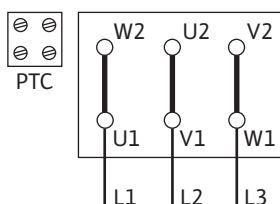

Fig. 12: Circuito Δ
- A ligação de rede depende da potência do motor P2, da tensão e do tipo de arranque. A ligação necessária das pontes de ligação na caixa de bornes pode ser consultada na tabela seguinte, bem como nas Fig. 12 e 13.